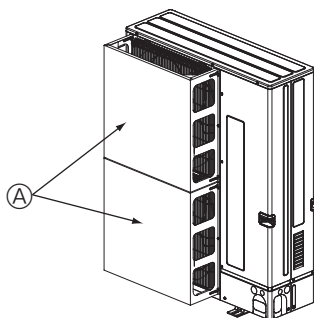

Fig. 2-5
- ② Monter en luftkanal (ekstrautstyr) hvis enheten monteres på et sted der sterk vind fra en orkan osv. kan komme direkte inn i luftutløpet. (Fig. 2-5)